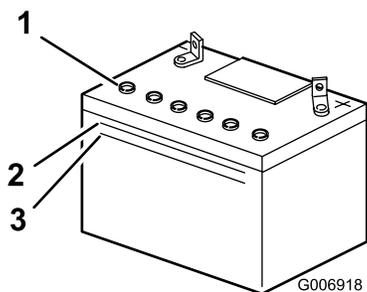

Figura 35
2. Guardate il fianco della batteria. L'elettrolito deve raggiungere la linea superiore (Figura 35).
Nota: Non lasciate scendere l'elettrolito sotto la linea inferiore (Figura 35).
2. Togliete i tappi di riempimento (Figura 35).
3. Versate lentamente dell'acqua distillata in ogni elemento della batteria, finché non raggiunge la parte inferiore del tubo (Figura 35).